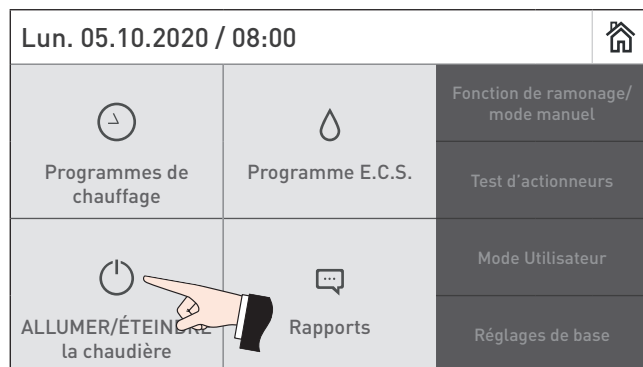

Fig.3 Extinction de la BioWIN 2 Touch
► Avant d'ouvrir la porte du revêtement, il est impératif d'éteindre la chaudière en appuyant sur la **touche MARCHÉ/ARRÊT** (voir Fig.3) et de la laisser refroidir (pas d'affichage sur l'écran).